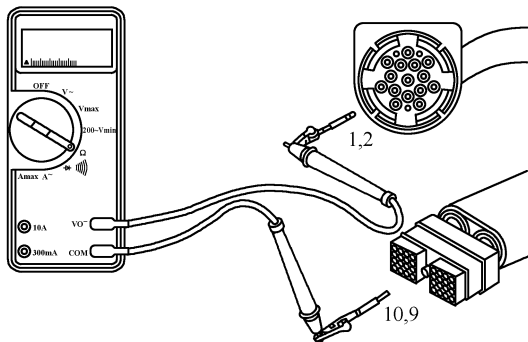

图 5-104 测量触针 1、2 与触针 10、9 之间的电阻
⑳ 检查执行器外部线束是否开路。仍以1号气缸为例,测量执行器电源触针(10)与15针插头电源触针(01)之间的电阻(图5-104),应小于 10Ω 。如果不小于 10Ω ,应维修或更换执行器外部线束。
㉑ 仍以1号气缸为例,测量执行器线束插头回路触针(09)与15针插头回路触针(02)之间的电阻(图5-104),应小于 10Ω 。如果电阻不合格,应维修或更换执行器线束。